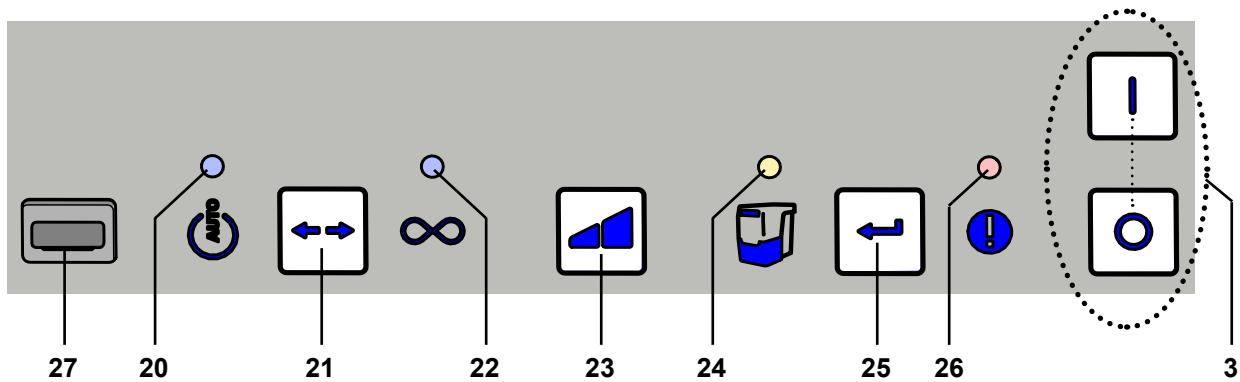

Fig. 2
- ⇒ Desligue o aparelho no interruptor Lig / Desl (3, Fig. 2).
O comando do aspirador é realizado por meio das teclas no painel de controle (Fig. 2).